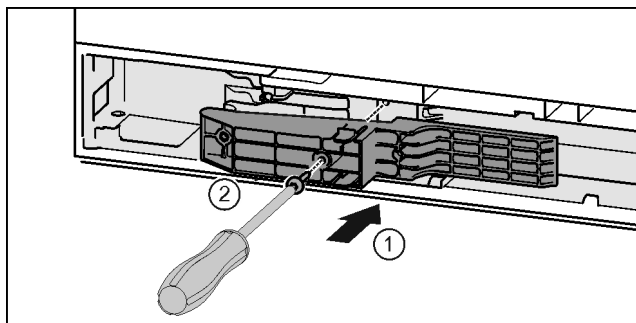

Fig. 45 *
- ▶ Вставити деталь адаптера в отвір з боку ручки. Fig. 45 (1)*
- ▶ За допомогою викрутки T15 закрутіть гвинти. Fig. 45 (2)*